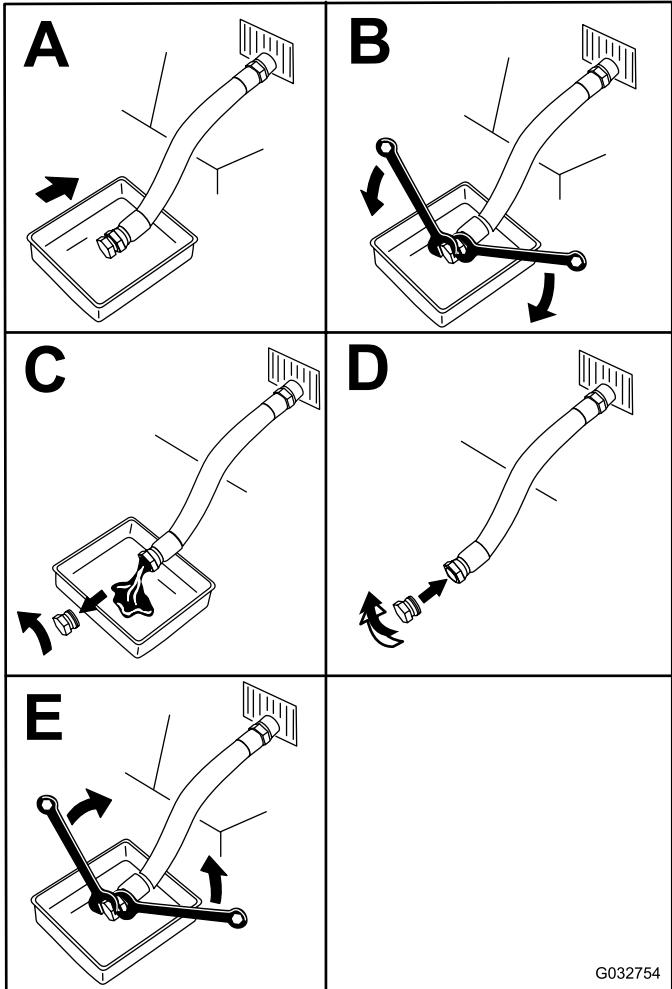

Bild 31
- Wechseln Sie das Öl (Bild 31).